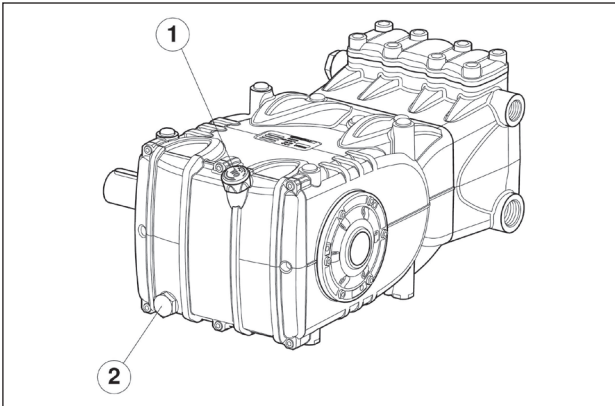

Abb. 1
Vor den Reparaturarbeiten an der Mechanik muss zunächst das Öl aus dem Kurbelgehäuse abgelassen werden. Zum Ablassen des Öls müssen entfernt werden: der Ölmesstab Pos. ① und anschließend der Verschluss Pos. ②, Abb. 1.